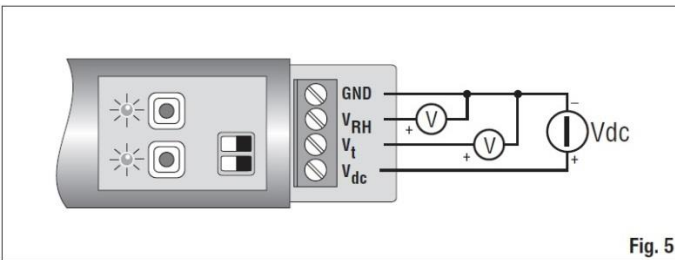
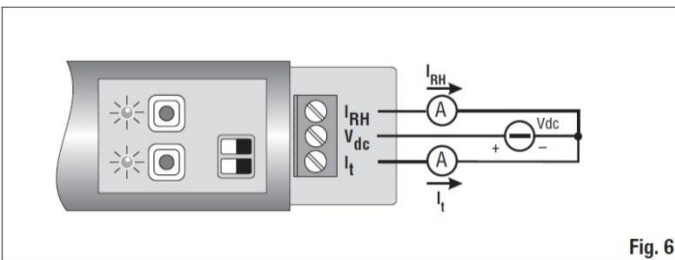

Fig. 5
Fig. 6
- Verbinden Sie die Drähte, um das Gerät mit Strom zu versorgen, wie in den Anschlussschemen gezeigt (Abb. 5: HD 9008TRR und Abb. 6: HD 9009TRR).